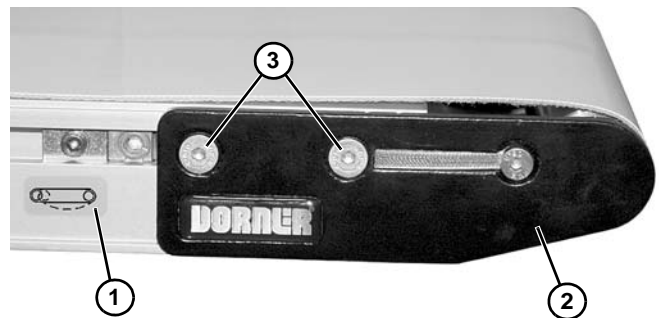

Figura 46
5. En el extremo tensor del transportador, identificado con una etiqueta (Figura 46, artículo 1), empuje e inserte el conjunto de la placa del cabezal (Figura 46, artículo 2): En ambos lados del transportador, afloje los tornillos de sujeción (Figura 46, artículo 3) y empuje hacia dentro el conjunto de la placa del cabezal.